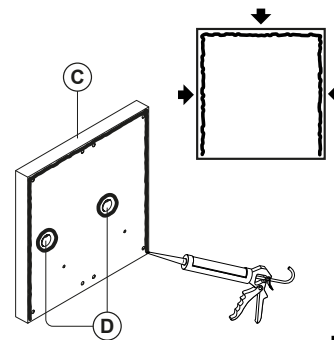

Fig. 42
⚠ Om waterinsijpelingen te voorkomen raden we sterk aan een in silicone afdichting te gebruiken tussen de muur en de achterste kast (C). DIT ENKEL AAN DE LINKERZIJDE, BOVENZIJDE, RECHTERZIJDE EN ROND ALLE OPENINGEN (D). GEBRUIK GEEN SILICONE AFDICHTING AAN DE ONDERZIJDE VAN DE ACHTERSTE KAST (Fig.42);